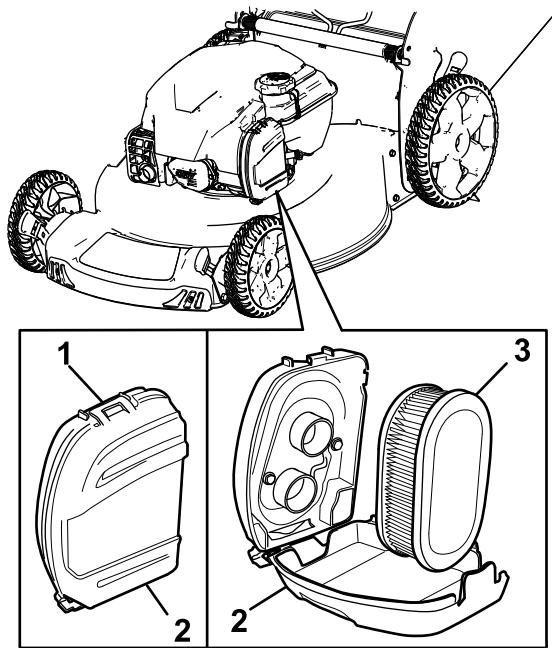

Figura 21
1. Desencaixe a parte superior da cobertura do filtro de ar (Figura 21).
2. Retire o filtro de ar (Figura 21).